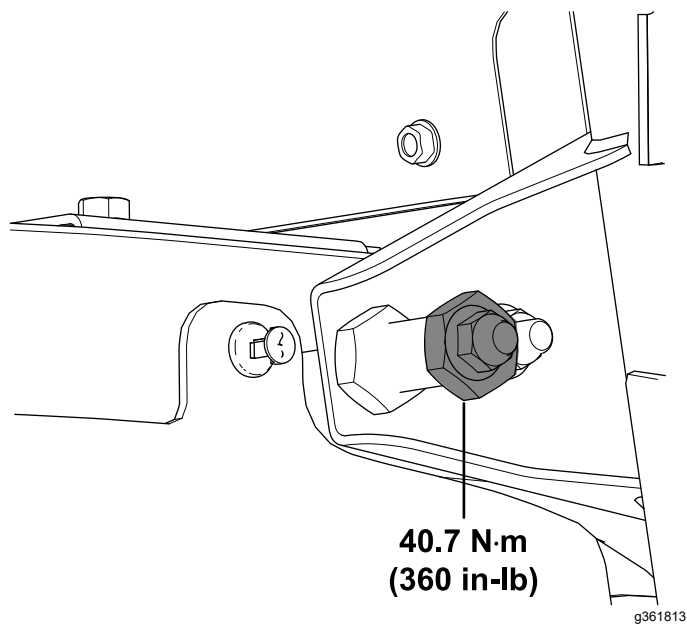

Figure 33
21. Serrez le contre-écrou ($\frac{3}{8}$ po) à 40,7 N·m (360 po-lb), comme montré à la Figure 33.